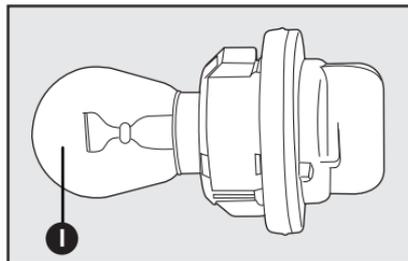

fig. 20
- Remover a lâmpada **I-fig. 20**, a ser substituída, do porta-lâmpadas, pressionando-a e girando-a no sentido anti-horário;